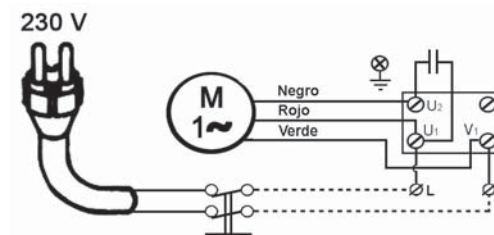

Figura 3: Conexión monofásica
Sentido de giro del motor invertido	Revise la conexión eléctrica (figura 3)
- Conecte la bomba a la red eléctrica teniendo en cuenta las especificaciones anteriores y el esquema eléctrico de conexión que se facilita a continuación (figura 3).